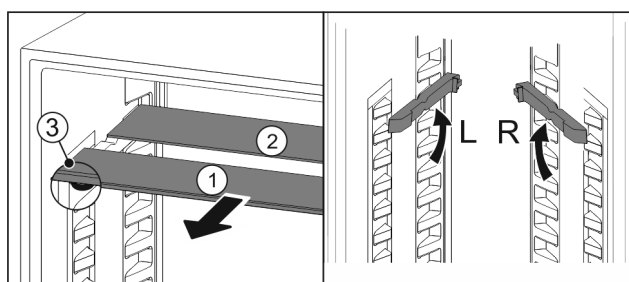

Fig. 102
- ▶ estrarre i ripiani di vetro singolarmente tirando in avanti Fig. 102 (1).
- ▶ Il piano in vetro Fig. 102 (1) con il motivo ornamentale è nella parte anteriore.
- ▶ I fermi Fig. 102 (3) sono rivolti verso il basso.